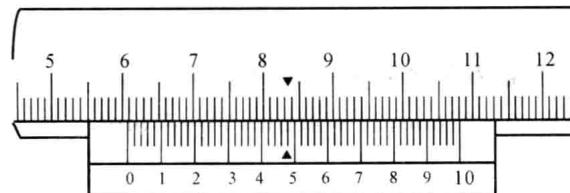

图 1-8 游标卡尺读数方法
- (1) 读整毫米数,即读出副尺零线左边主尺上的整毫米数。
- (2) 读小数,即读出副尺与主尺对齐刻线处的小数。
- (3) 将两次读数相加,如图1-8所示,量具尺寸为